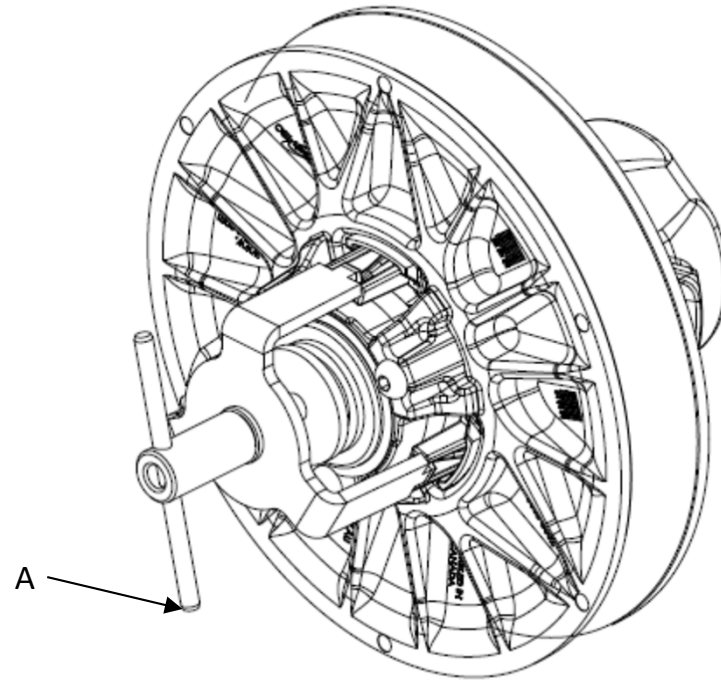

Figure 13
- Si la courroie est installée, vissez l'écarteur de flasque "A", comme illustré à la figure 13, pour retirer la courroie.